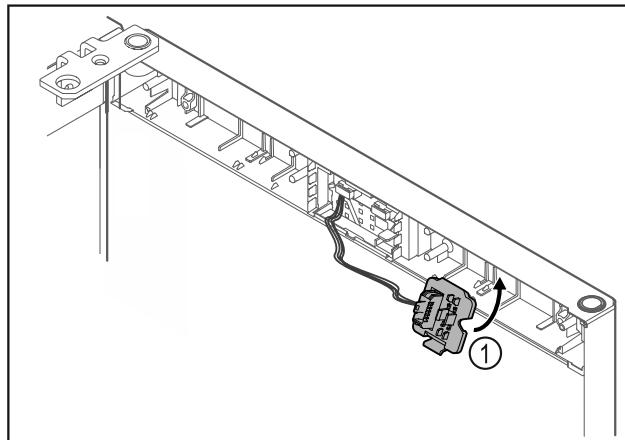

Fig. 19
- Uglavite držač utikača Fig. 19 (1) na suprotnu stranu.